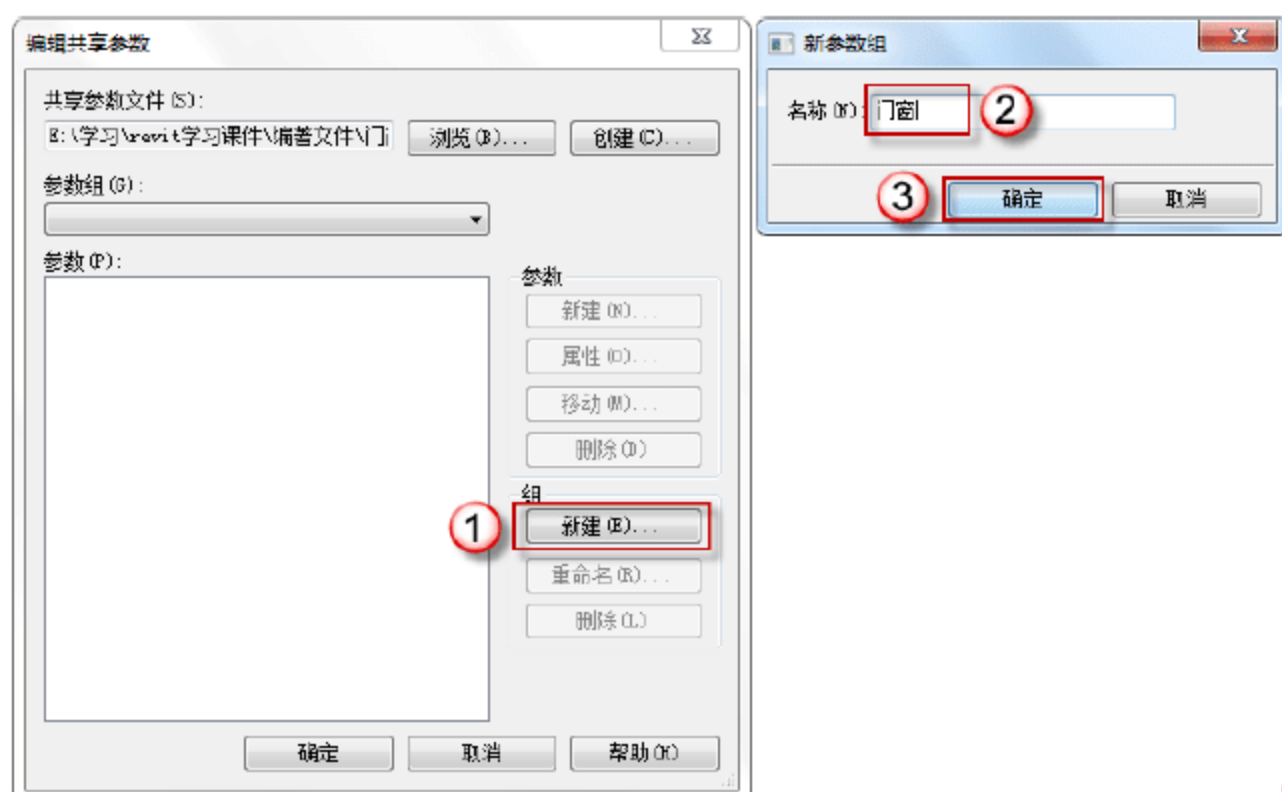

图 6.1.17 添加门窗材质组
(15) 新建门窗框材质组。在“编辑共享参数”对话框中，单击“组”下的“新建”按钮，弹出“新参数组”对话框，在“名称”中输入“门窗”字样，单击“确定”按钮，如图 6.1.17 所示。